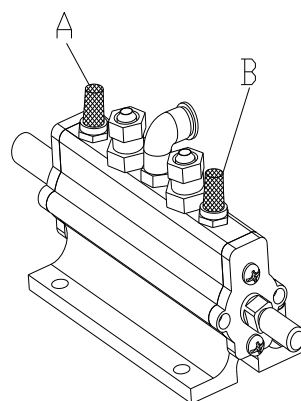

Fig 11-5
- Als de **demontagekolom te langzaam beweegt of kantelt**, moet u werken volgens de volgende stappen in Afb. 11-5.